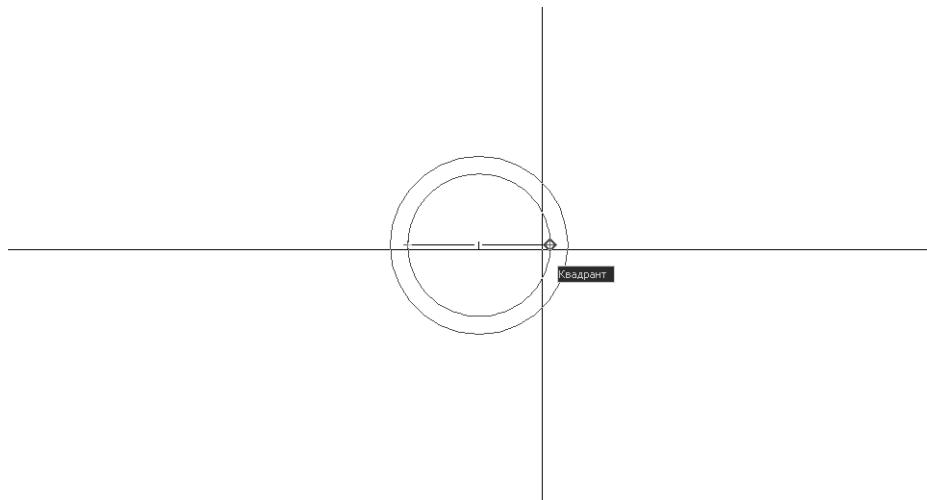

Рис. 6.38 ▶ Выбор второй точки отрезка с использованием постоянно действующего режима объектной привязки **Квадрант** (*Quadrant*)
1. Разделите внутреннюю окружность на две половины с помощью линии, используя постоянно действующий режим объектной привязки **Квадрант** (*Quadrant*) (рис. 6.38). Верхняя половина представляет на чертеже декоративную крышку заглушки, а нижняя – собственно отверстие для вывода кабелей.